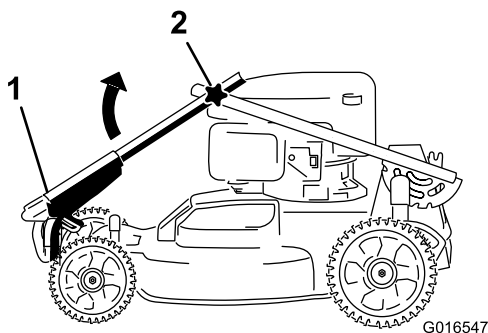
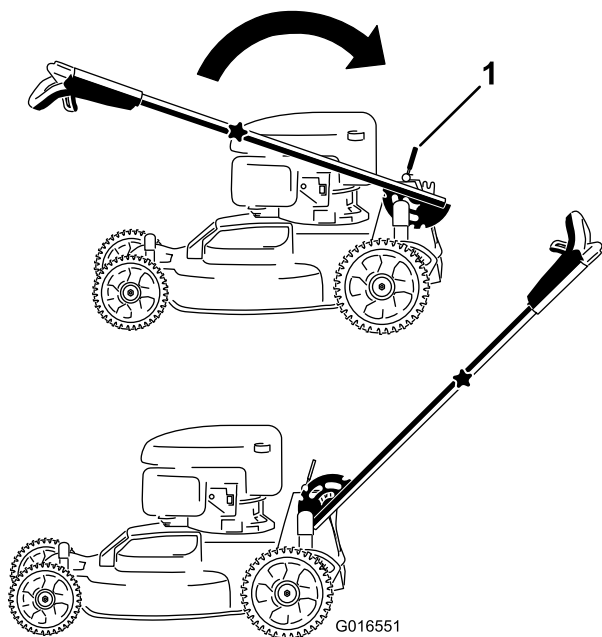

Figure 3
Figure 4
1. Faites tourner la partie supérieure du guidon de sorte qu'elle s'emboîte sur la partie inférieure (Figure 3), puis serrez les deux boutons du guidon pour bloquer la partie supérieure en position (Figure 4).
2. Relâchez le levier de verrouillage du guidon (Figure 4).
3. Tirez le guidon vers l'arrière pour le bloquer en position (Figure 4).